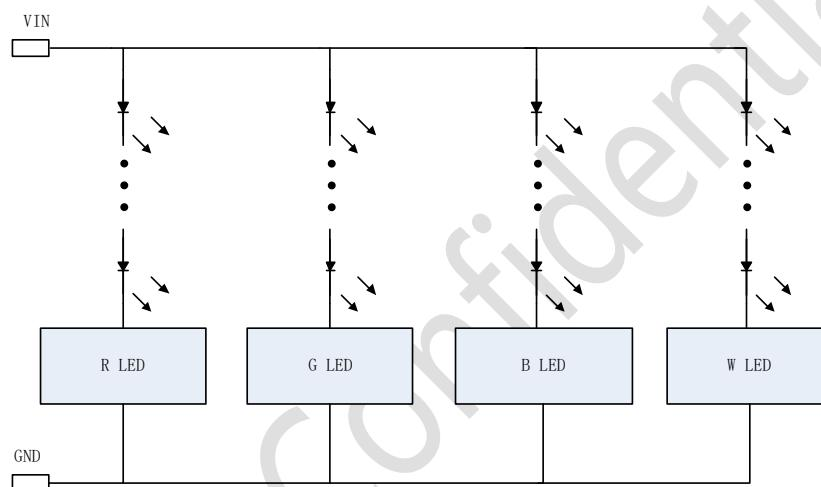

图 11-1 四路共阳连接电路示意图
4. 当 Hi7020 系统工作在 RGBW 并联工作时, 多路系统与 LEDs 模组连接推荐共阳布线, 示意图见图 11.1;